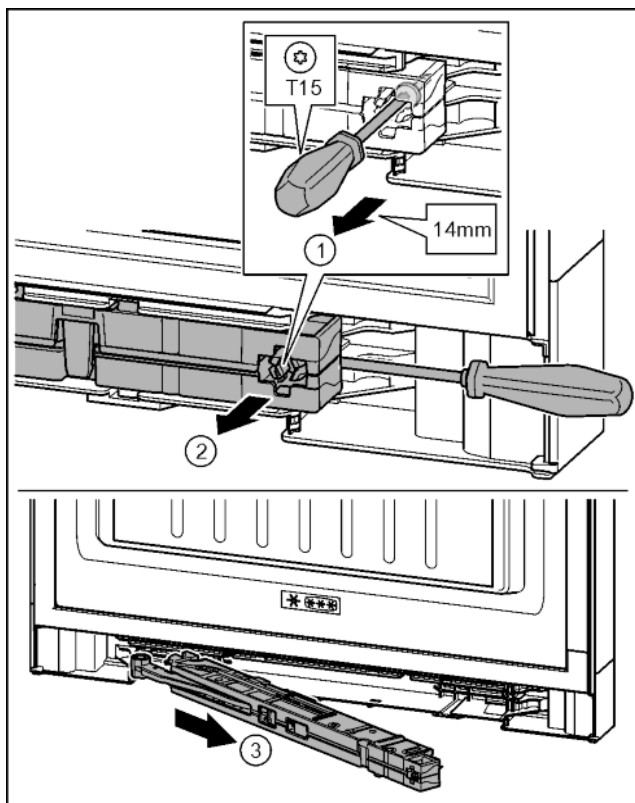

Fig. 20
- ▶ Przy pomocy śrubokręta T15 odkręcić śrubę na amortyzatorze zamykania drzwi ok. 14 mm. *Fig. 20 (1)*
- ▶ Od strony uchwyty, za amortyzator zamykania drzwi wsunąć śrubokręt. Amortyzator obrócić w przód. *Fig. 20 (2)*
- ▶ Wyjąć amortyzator. *Fig. 20 (3)*